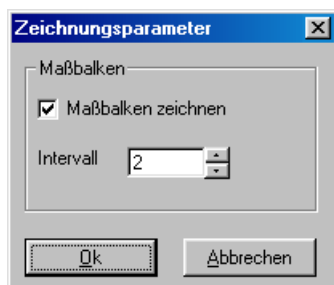

Bild 44 Menü "Maßbalken"
- Mit Doppelklick in: *Maßbalken* wird das Menü des Bild 44 aufgerufen